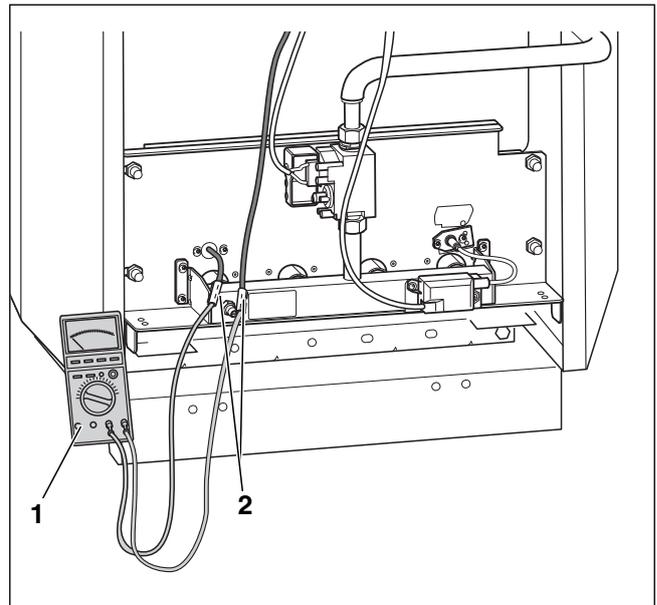

Рис. 30 Измерение тока ионизации
- ▶ Измерительный прибор (→ рис. 30, [1]) последовательно соединить с контактами снятого штекерного соединения контрольного кабеля (→ рис. 30, [2]).
- ▶ Выбрать на измерительном приборе (→ рис. 30, [1]) диапазон постоянного тока в мА.
- ▶ Восстановить штекерное соединение контрольного кабеля (→ рис. 30, стр. 28, [2]).